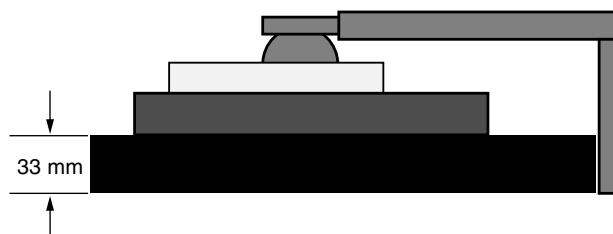

Figura S.1
3. Sistemare il monitor a faccia in giù su una superficie non abrasiva. (Sistemare lo schermo su una piattaforma di 33 mm in modo che il supporto risulti parallelo alla superficie) (**Figura S.1**).